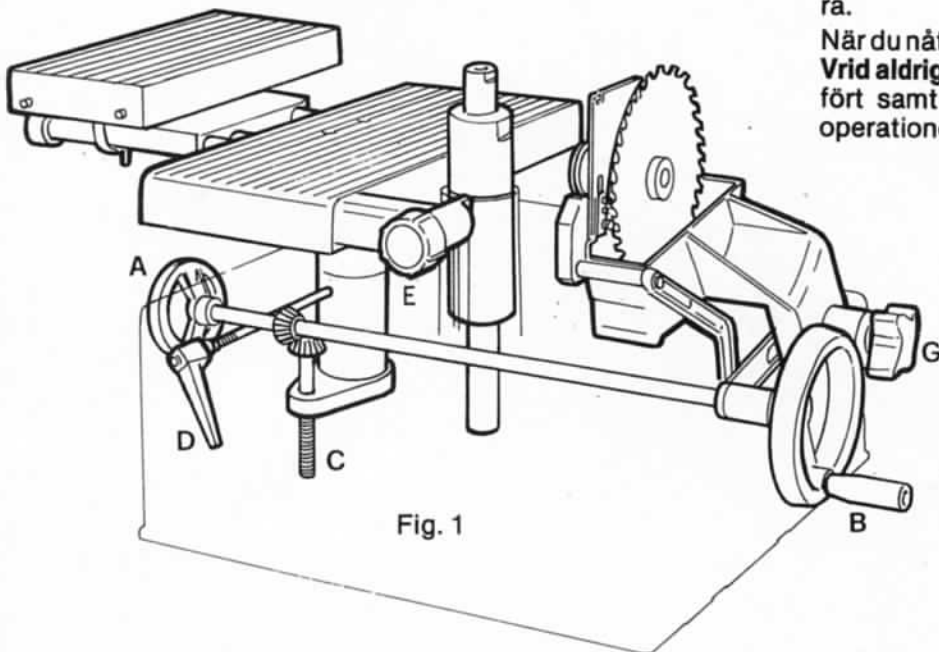

Fig. 1
Som framgår av fig 1 är rattarna A och B, som höjer och sänker bordet, monterade på en axel som går igenom hela maskinen. När axeln roterar vrids samtidigt växeln vid fläns (C) för höjning och sänkning av planhyvelbordet.